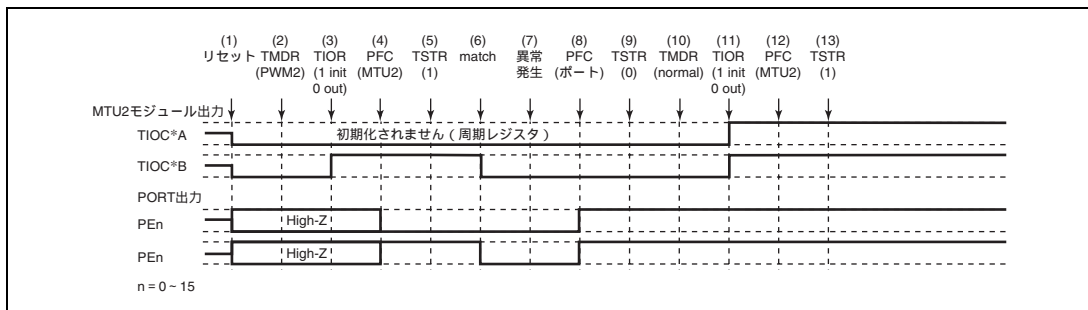

図 11.127 PWM モード 2 で異常が発生し、ノーマルモードで復帰する場合
PWM モード 2 で異常が発生し、再設定後ノーマルモードで再スタートする場合の説明図を図 11.127 に示します。
(1) ~ (9) は図 11.127 と共通です。
(10) PWM モード 1 を設定します。
(11) TIOR で端子を初期化してください (PWM モード 1 では TIOC*B 側は初期化されません)。
(12) 汎用入出力ポートで本モジュール出力としてください。
(13) TSTR で再スタートします。
(15) PWM モード 2 で動作中に異常が発生し、PWM モード 2 で再スタートする場合の動作
(10) PWM モード 2 で再スタートする場合には必要ありません。
(11) TIOR で端子を初期化してください (PWM モード 2 では周期レジスタの端子は初期化されません)。
(16) PWM モード 2 で動作中に異常が発生し、位相計数モードで再スタートする場合の動作
- (1) ~ (9) は図 11.127 と共通です。
- (10) 位相計数モードを設定します。
- (11) TIOR で端子を初期化してください。
- (12) 汎用入出力ポートで本モジュール出力としてください。
- (13) TSTR で再スタートします。
(17) 位相計数モードで動作中に異常が発生し、ノーマルモードで再スタートする場合の動作